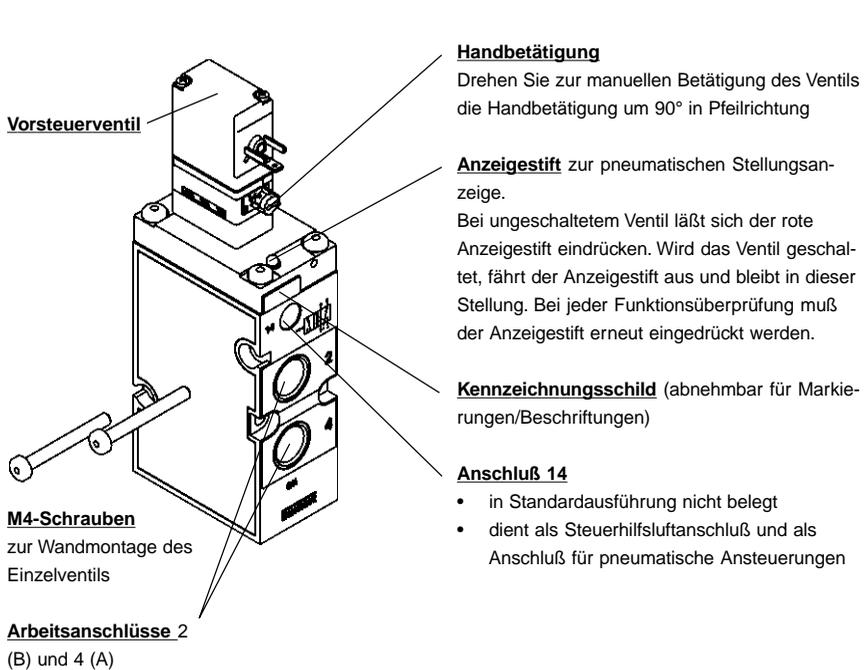

Bild 3: Befestigung des Einzelventils
4.5 Befestigung von Einzelventilen (Bild 3)